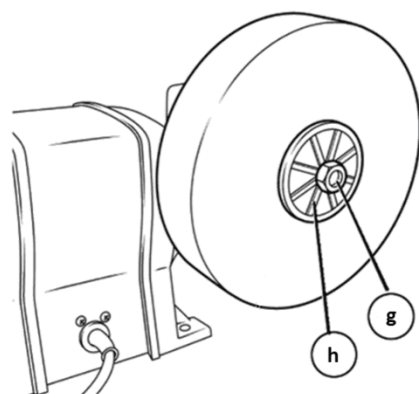

Fig. 5c
- Retirez le flasque extérieur (h) de la broche, puis retirez la meule humide (1). Voir la figure 5c.